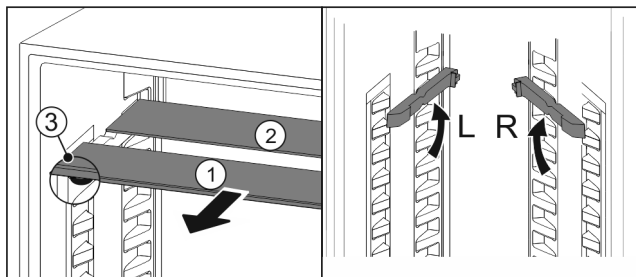

Fig. 141
- Sortir les tablettes par l'avant Fig. 141 (1).
- La tablette en verre Fig. 141 (1) avec bordure décorative est située à l'avant.
- Les butées Fig. 141 (3) sont orientées vers le bas.